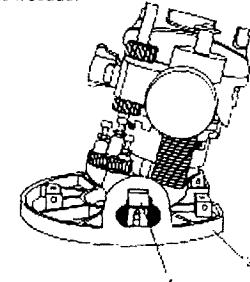

Fig. 18
1. Suelte ambos seguros de ajuste de bisel (1) tirándolos hacia fuera de la base de fresado (2) (vea la fig. 18).